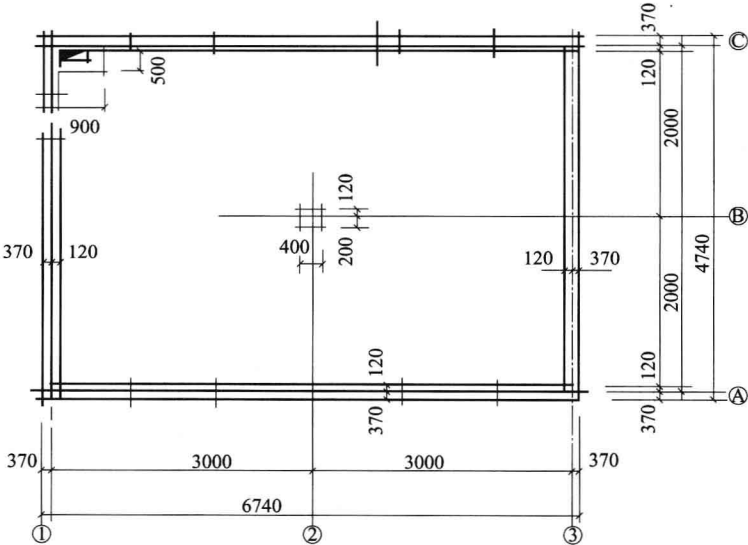

图 1-9 某房间地面示意图
【例 1-9】 试计算图 1-9 所示房间地面镶贴花岗石面层的工程量。
【解】 (1) 定额工程量：根据计算规则规定，图 1-9 中的墙、柱和附墙烟囱所占的面积应扣除，所以镶贴花岗石板面层的工程量如下。